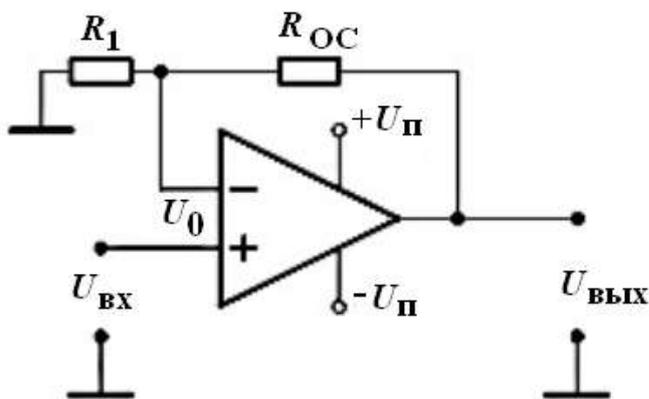

Рис. 4
4. В схеме усилителя на рис. 4  $R_{ос} = 4 \text{ кОм}$ . Каким должно быть сопротивление  $R_1$ ,